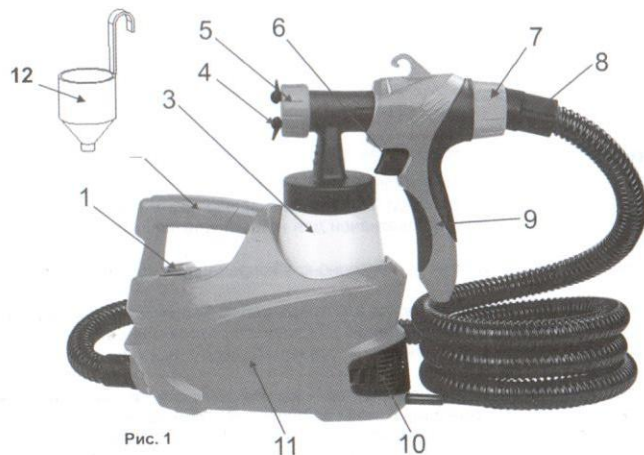

Рис. 1
- Для определения густоты краски, в комплект поставки входит специальная воронка (12)(См. Рис.1).
- Установите бачок для краски (3)(См. Рис.1) на ровной поверхности.
- Пометите над ним воронку (12)(См. Рис.1), как показано на рисунке 3.
- Для включения краскораспылителя вначале нужно включить нагнетатель воздуха, нажав клавишу выключателя (1)(См. Рис.1).
- Для распыления необходимо удерживать в нажатом положении пусковую клавишу (6)(См. Рис.1), для остановки распыления - отпустите клавишу.
- Для выключения краскораспылителя снова нажмите клавишу выключателя нагнетателя (1)(См. Рис.1).
Для изменения площади распыления, установите регулятор (7)(См. Рис.1,6) требуемое положение мощности.
- Поверните регулятор струи (7)(См. Рис.1,6) против часовой стрелки, до тех пор, пока не будет оптимальной формы пятна распыления.